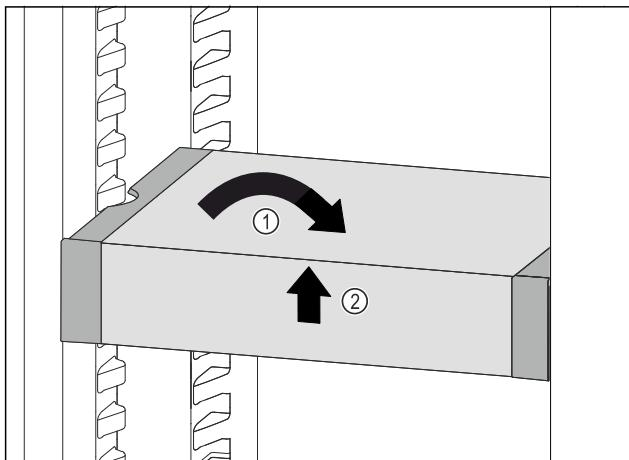

Fig. 115
- Predal VarioSafe postavite ravno. Fig. 115 (1)
- Predal VarioSafe dvignite spredaj. Fig. 115 (2)